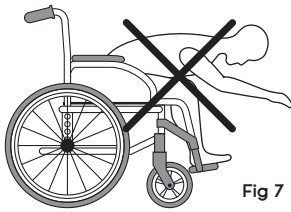

Fig 7
- No incline el tronco más allá de los apoyabrazos. **[Fig. 7]**